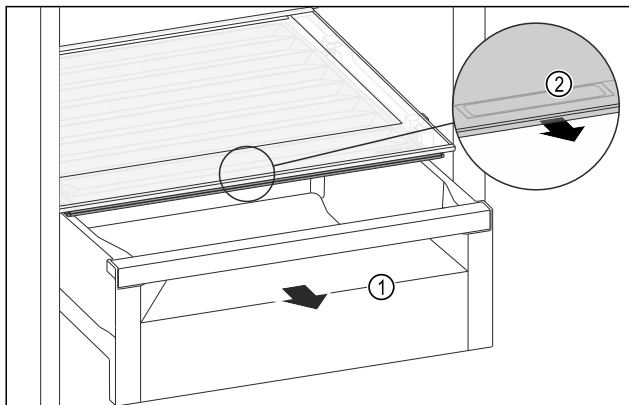

Fig. 155
- ▶ Dra ut utdragslådan Fig. 155 (1).
- ▶ Ta tag i fördjupningen Fig. 155 (2) på facklocket och dra samtidigt facklocket framåt.